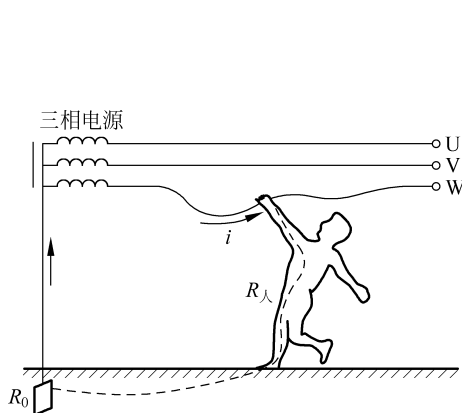

图 1-1 单相触电
(1) 单相触电。这是最常见的一种触电方式。人站在地面上,人体的某一部分接触电源的相线(又称为火线),电流从火线流经人体到大地或者中性线构成回路,这种触电方式称为单相触电,单相触电人体所承受的电压是相电压,如图 1-1 所示。在低压供电系统中发生单相触电,人体所承受的电压几乎就是电源的相电压 220V。